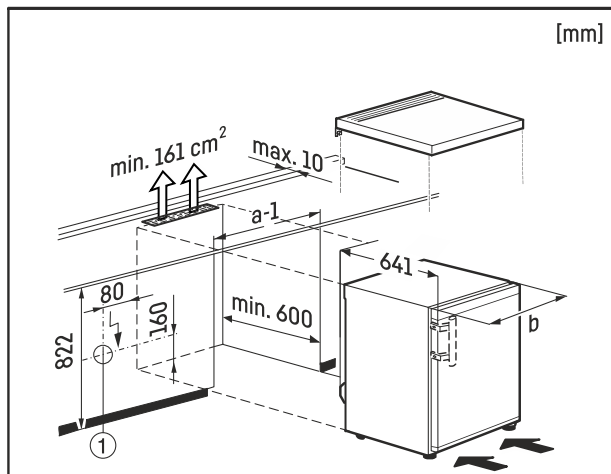

Fig. 9
Kontaktlīgzdai Fig. 9 (1) jāatrodas ārpus ierīces aizmugures sienas un jābūt viegli pieejamai.